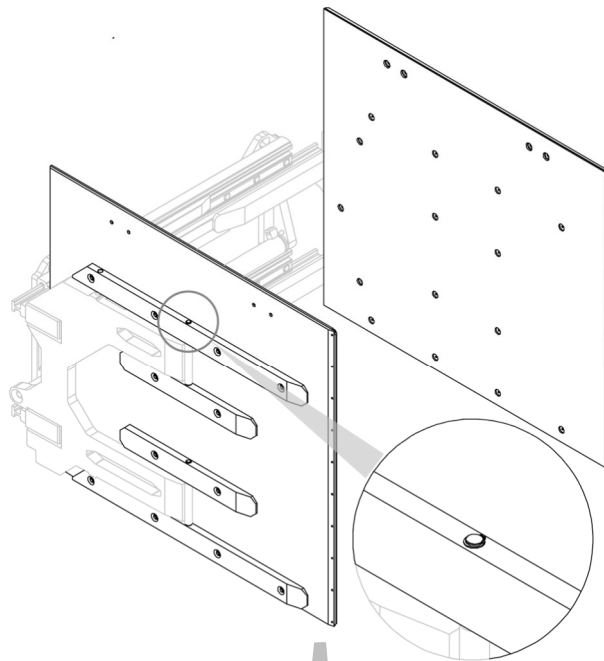
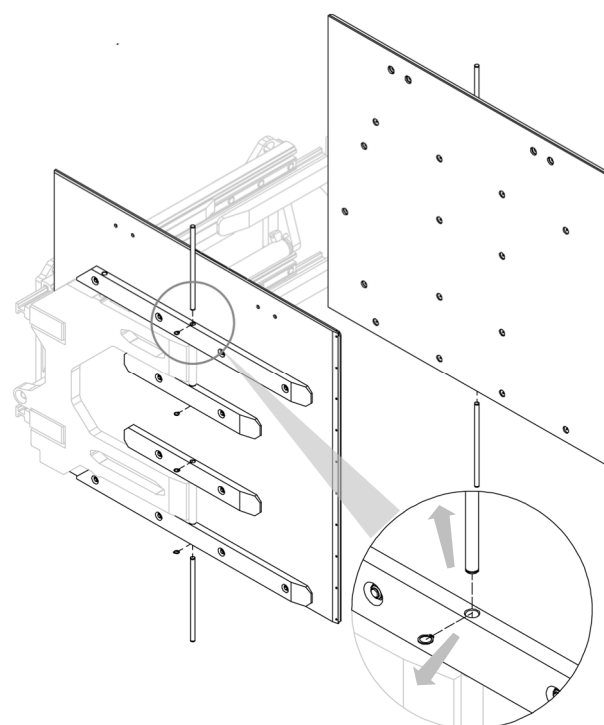

Figura 69
Figura 70
2. Extraer los batientes (con las placas correspondientes) de las horquillas, después de haber retirado, uno a uno, los pernos que los sostienen (ver *Figura 69* y *Figura 70*).